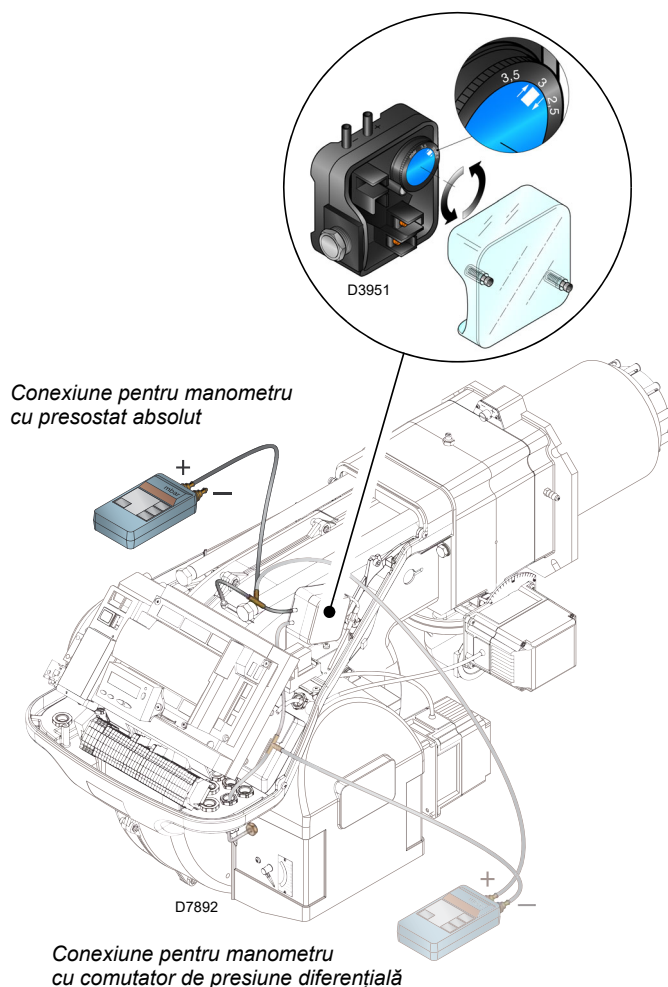

Fig. 29
- Reglați presostatul de aer (Fig. 29 la pag. 35) la începutul scării.
Efectuați reglarea presostatului de aer (Fig. 29) după ce ați efectuat toate celelalte reglaje ale arzătorului cu presostatul de aer reglat la începutul scării.
Conexiunea manometrului este prezentată la Fig. 29. Configurația standard este comutatorul de presiune a aerului conectat la toate. Observați prezența unei conexiuni „T” neasigurate.
În acest caz, manometrul trebuie să fie conectat și în diferențial, așa cum se arată în Fig. 29.